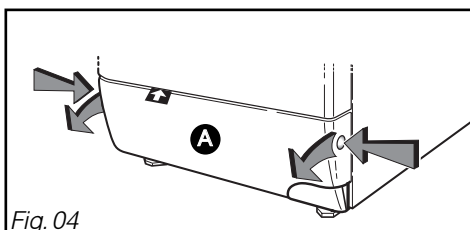

Fig. 04
- Ouvrez en appuyant simultanément sur les bossages se trouvant de part et d'autre de la **plinthe A** tout en tirant cette dernière vers vous (Fig. 04).
– Enlevez la plinthe (cf Fig. 04, pages précédentes).